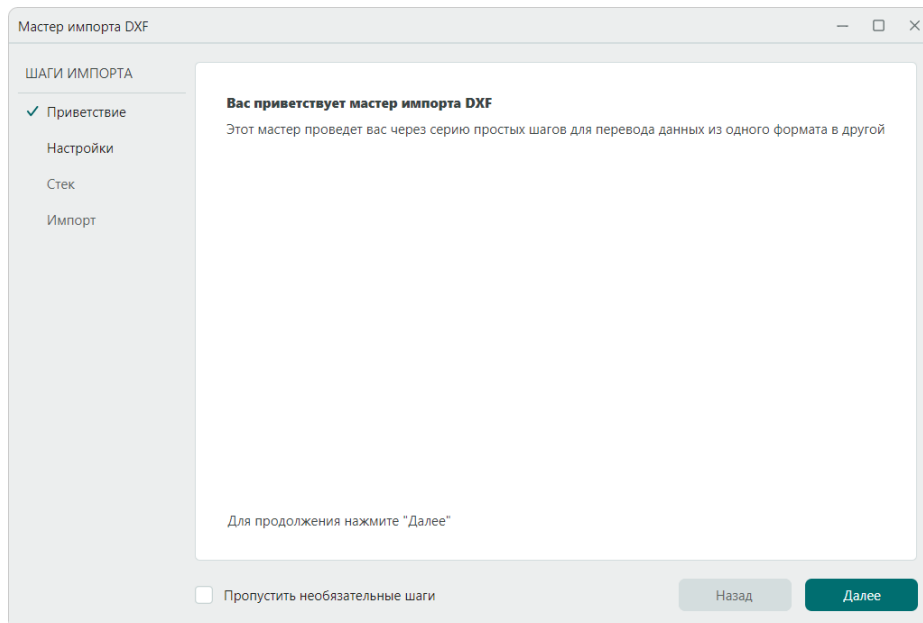

Рис. 5 Стартовое окно мастера импорта DXF
1. Нажмите кнопку «Далее» в стартовом окне, см. Рис. 5.